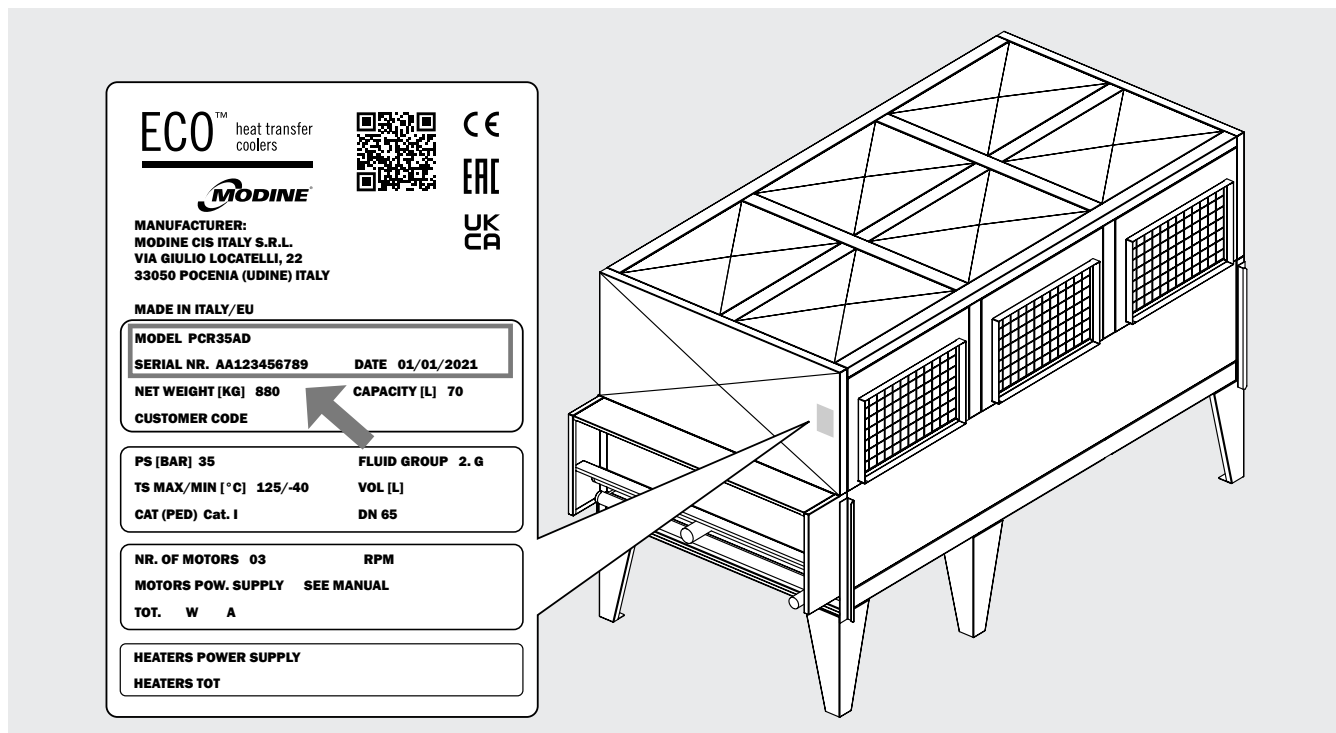

Figura 1
3.1 Para cualquier comunicación, solicitud de servicio o piezas de repuesto, indique el nombre del modelo y el número de serie que figuran en la placa de características. Obsérvese la Figura 1.